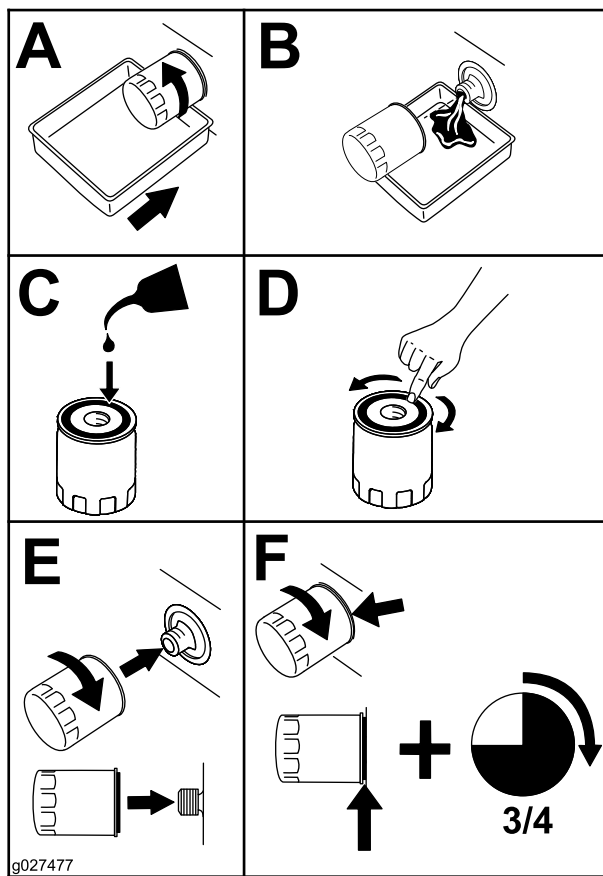

Figura 49
4. Mude o filtro do óleo do motor, conforme se mostra na Figura 49.